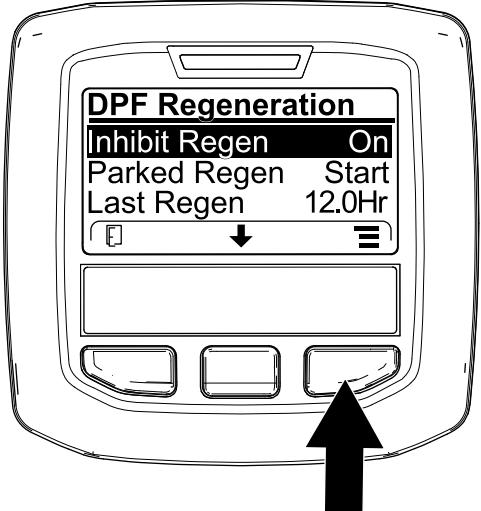
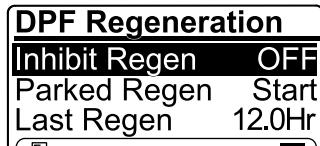

Figure 49
Figure 50
1. Ouvrez le menu DPF Regeneration (régénération du FAP), appuyez sur le bouton central pour naviguer jusqu'à l'option INHIBIT REGEN (interdiction de régénération), et appuyez sur le bouton droit pour la sélectionner (Figure 49).
2. Appuyez sur le bouton droit pour changer l'option d'interdiction de régénération de On (activée) à Off (désactivée) (Figure 49) ou inversement (Figure 50).